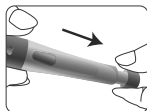

Figura 27
**PASO 6:** Prepare el dispositivo de punción para punzar. Deslice el control de armado hacia atrás hasta que se encaje en su lugar con un clic. Si no hace clic, es posible que el dispositivo de punción se haya armado cuando se insertó la lanceta. Consulte la figura 27.